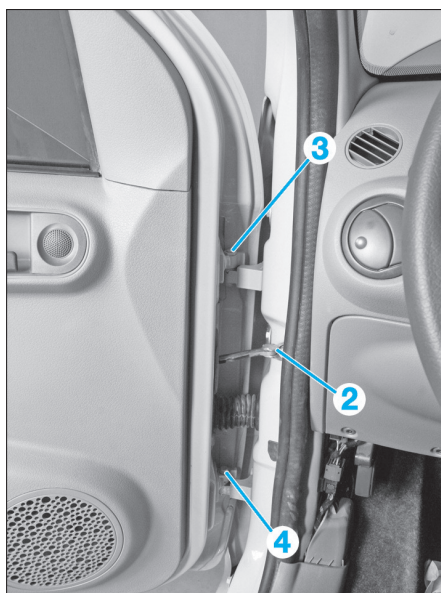

FIG. 106
- Déposer la vis du tirant de porte (2), la goupille supérieure (3) puis la vis inférieure de fixation (4) de la porte (Fig.106).